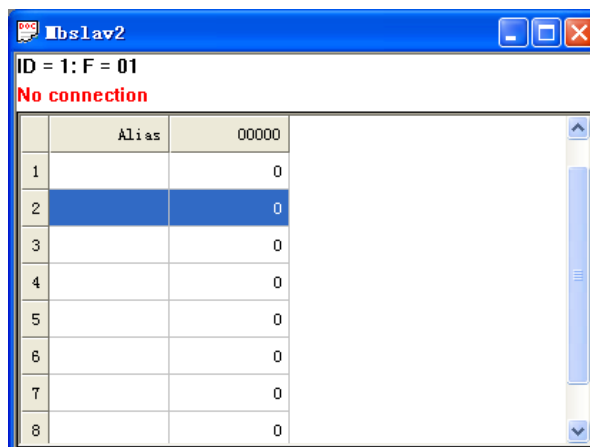

图 5.5 Modbus 模拟从站
- 5) 点击 OK 按钮，则一个模拟从站就建立好了，如下图 5.5 所示：